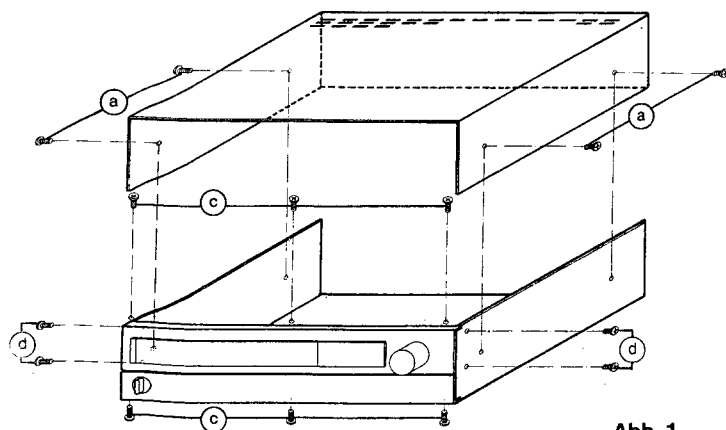

Abb. 1
- Gehäuseoberteil nach oben abheben (Abb. 1).
- Die Schrauben (c) herausdrehen (Abb. 1).
- Vier Schrauben (d) herausdrehen (Abb. 1).